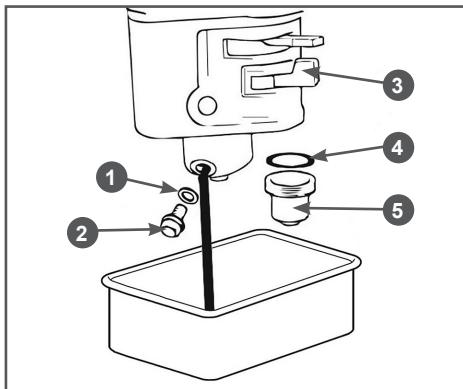

Рис. 24 Обслуживание карбюратора
1. Установите под карбюратор подходящую емкость (Рис. 24).
2. Установите рычаг топливного крана 3 в положение «ЗАКРЫТО» (Рис. 24).
3. Открутите болт 2 сливного отверстия и спейте топливо из поплавковой камеры карбюратора в подготовленную для этого ёмкость (Рис. 24).
4. Открутите стакан отстойника 5, вылейте из него топливо в заранее подготовленную емкость (Рис. 24).
1. Слейте топливо из карбюратора (Рис. 24) или выработайте топливо в карбюраторе.